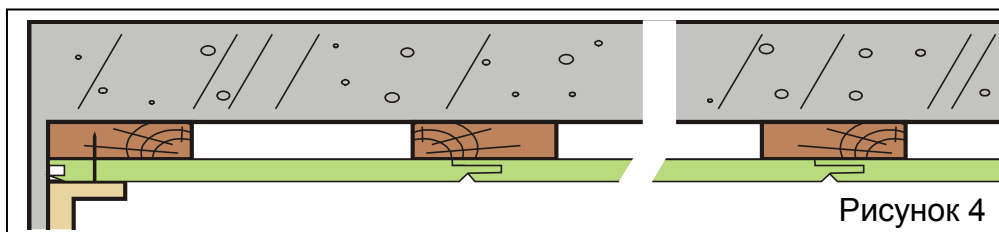

Рисунок 4
7. Первую и последнюю панель закрепляют со стороны стенки с помощью гвоздей или винтиков таким образом, что бы угловая планка их позже накрыла (см. Рисунок 4).